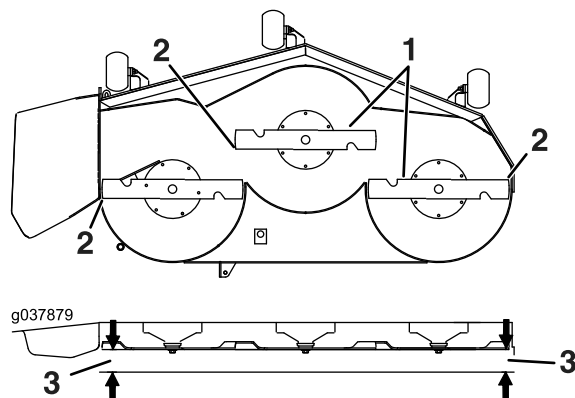

Figura 83
6. Măsurați de la vârful lamei până la suprafața plană (Figura 83). Dacă ambele măsurători nu sunt mai mici de 5 mm, reglați planeitatea; continuați cu această procedură.
14. Rotii cu atenție lamele dintr-o parte în cealaltă (**Figura 83**).